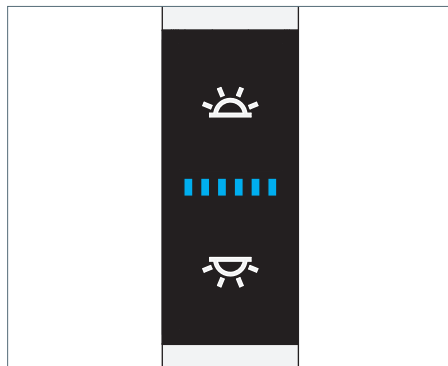

Fig. 10: Elemento di comando
- Premere il tasto superiore, vedi Fig. 10.
- Premere il tasto inferiore, vedi Fig. 10.
- Premere il tasto inferiore e tenerlo premuto, vedi Fig. 10.
- Premere il tasto superiore e tenerlo premuto per almeno un secondo, vedi Fig. 10.
- Premere il tasto superiore e tenerlo premuto per almeno un secondo o spegnere e accendere di nuovo VTL, vedi Fig. 10.